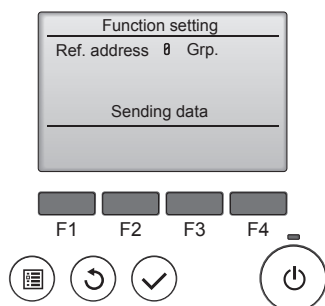
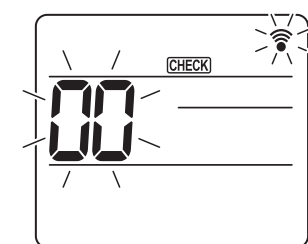
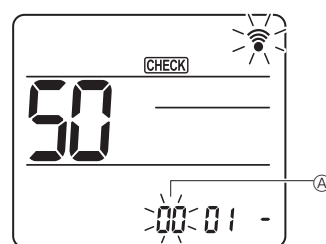
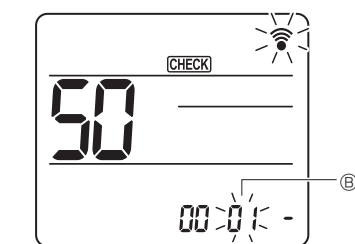

Fig. 6-15
Fig. 6-16
Fig. 6-17
Fig. 6-18
- ⑤ (Fig. 6-15)
- ① Gå til funksjonsvalgmodus
- [CHECK] er tent og "00" blinker. (Fig. 6-16)
- ② Stille inn enhetsnummer
- Trykk på [50]-knappen for å stille enhetsnummer ^A. (Fig. 6-17)
- ③ Velge en modus
- Trykk på [50]-knappen for å stille modusnummer ^B. (Fig. 6-18)